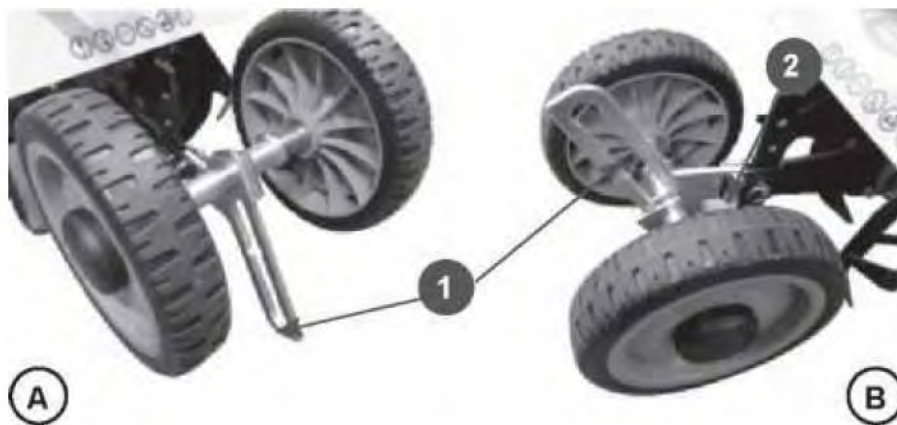

Рис. 2
УВАГА: з заводу культиватор поставляється з направляючою регулювання висоти коліс (1), встановленою регулюючим пазом з отворами вниз (транспортувальне положення Рис. 2А). При початковій збірці культиватора необхідно направляючу встановити пазом вгору (Рис. 2В).
Для цього необхідно відкрутити гайки та витягти болти (2) кріплення направляючої (Рис. 2А).